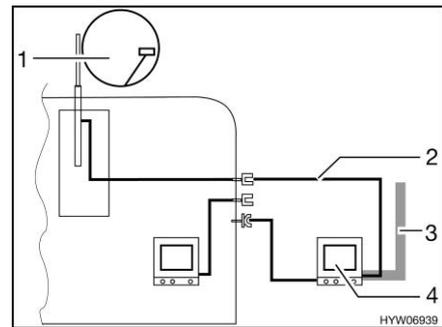

Fig. 152 TV en el área bajo el toldo
- TV en el área bajo el toldo (Fig. 152,4): Conexión a la antena del techo (Fig. 152,1) con el cable de conexión (Fig. 152,2)
- TV en el área bajo el toldo (Fig. 152,4): Conexión a antena externa (Fig. 152,3)